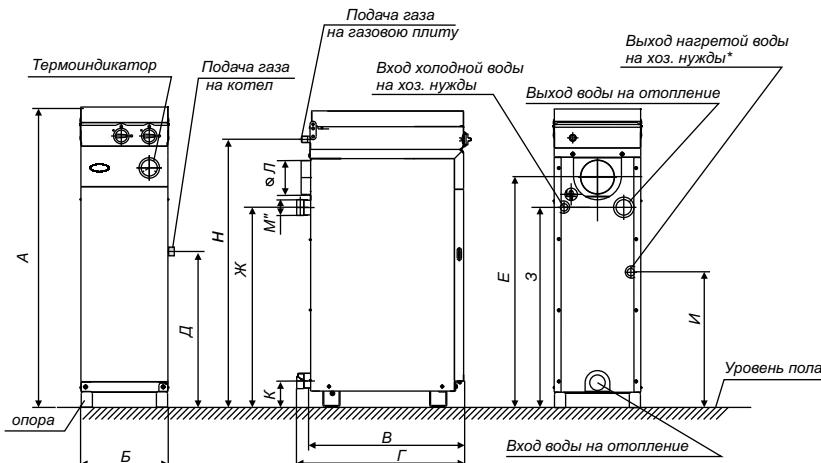
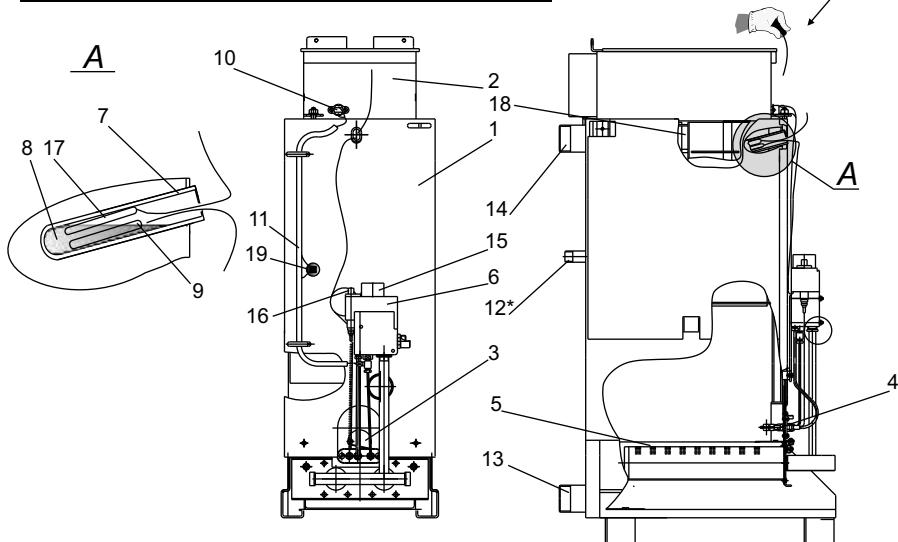

Рис. 1 Общий вид котла "Житомир-3"
Рис. 2 Схема конструкции котла "Житомир-3"
Габаритные размеры, мм, не более	см. табл.2, (рис.1)
5.1 Котёл, рис.1 выполнен в виде напольного шкафа прямоугольной формы, лицевая сторона которого закрыта дверкой, обеспечивающей доступ для запуска котла и управления его работой. В верхней части котла находится встроенная двухконфорочная газовая плита, которая закрыта крышкой. Устройство и работа плиты рассматривается в разделе 2 данного руководства по эксплуатации.
Котёл состоит из следующих основных частей: корпуса котла поз.1 рис.2, который состоит из топки и теплообменника. В теплообменнике котла установлены турбулизаторы поз. 18 для наиболее полного отбора тепла при сгорании природного газа и передачи его теплоносителю; газохода поз. 2; горелок: основной поз.5 и запальную поз.4; автоматики безопасности с газовым клапаном поз.6; патрубков подвода поз. 13 и отвода теплоносителя поз. 14. В котлах с встроенным водонагревателем предусмотрены присоединительные патрубки поз. 12. На лицевой части корпуса котла расположено смотровое окно поз.3 для контроля за розжигом и работой котла.
При работе котла, смотровое окно (поз.3, рис.2) должно быть закрытым!
Котёл имеет стаканчик поз.7 в котором установлен баллон термоиндикатора поз. 17 и термобалон поз.9 газового клапана служащий для управления его работой. Термостат (датчик тяги) поз.10 служит для обеспечения его безопасной работы. Для наиболее полного отбора тепла, снаружи корпус котла покрыт теплоизоляцией и декоративным стальным кожухом, покрытым порошковой эмалью. В верхней части кожуха котла установлен термоиндикатор, для контроля температуры воды в котле, рис. 1.
5.2 Водонагреватель 12 (рис.2) работает по принципу "вода-вода", т.е. температура воды, которая идет на хозяйственные нужды, зависит от температуры воды в котле. Поэтому для получения максимального количества горячей воды необходимо поддерживать температуру в котле 90°C, для этого при монтаже котла (рис. 8) необходимо установить перепускную трубу с вентилем 10, которая соединяет вход и выход воды из котла на отопление. С помощью вентилей 10 и 11 регулируется температура воды в котле и температура воды которая подается на хозяйственные нужды.
- проверьте тягу в дымоходе листом тонкой газетной бумаги размером не менее 200x80 мм, (рис. 2).
Максимальная температура теплоносителя соответствует цифре 7 на рукоятке управления. Температуру контролируйте термоиндикатором (рис.1), регулировку температуры теплоносителя (воды) осуществляет термостат газового клапана через термобаллон поз.9, рис.2, вставленный в стаканчик корпуса котла поз.7, рис.2.
Перед запуском котла необходимо проверить наличие машинного масла в стаканчике корпуса котла (поз.7 рис.2)!
Для реализации защиты котла при отсутствии тяги, к газовому клапану подключается датчик тяги п. 10, рис.2.